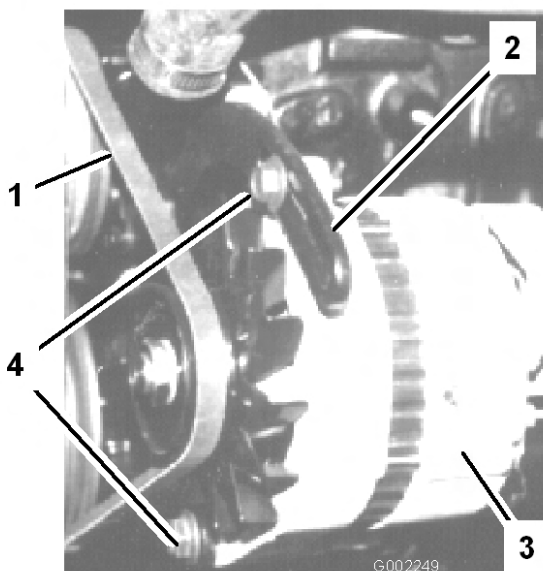

Figura 56
3. Allentate i bulloni che fissano il supporto di ancoraggio al motore, ed il bullone che fissa l'alternatore al supporto di ancoraggio (Figura 56).